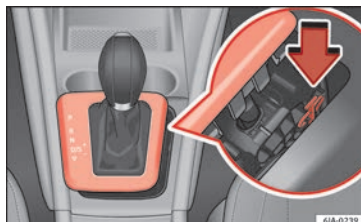

Bild 44 Manuell frikoppling av väljarspaken
- För den gula plastdelen med fingret i pilens riktning » **bild 44**.